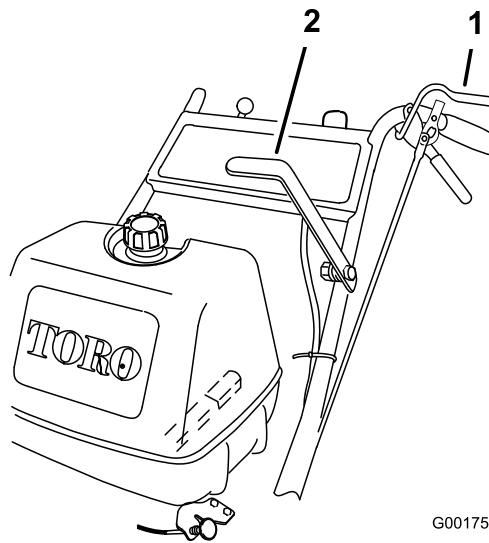

Figura 9
1. Apriete las palancas de Control de Presencia del Operador (CPO) contra el manillar (Figura 9).
2. Empuje la palanca de control de las cuchillas (PTO) firmemente hacia adelante hasta que se enganche en el centro (Figura 9).
Para desengranar las cuchillas, tire hacia atrás de la palanca de control de las cuchillas hasta que haga tope (Figura 9). El motor se parará si se liberan las palancas CPO con la palanca de control de las cuchillas engranada.